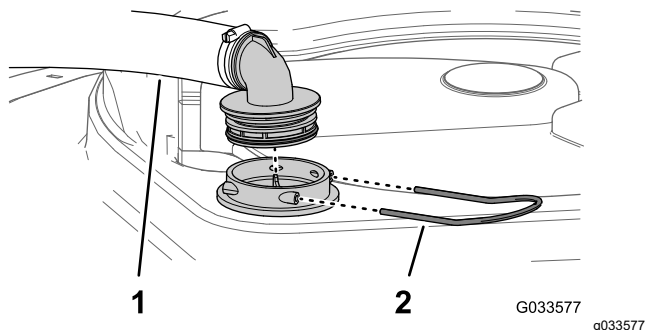

Рисунок 94
2. В верхней части бака опрыскивателя снимите держатель, который крепит шланговый штуцер, подсоединенный к большому шлангу, идущему от корпуса фильтра (Рисунок 94).
3. Отсоедините шланг и шланговый штуцер от корпуса фильтра (Рисунок 94).